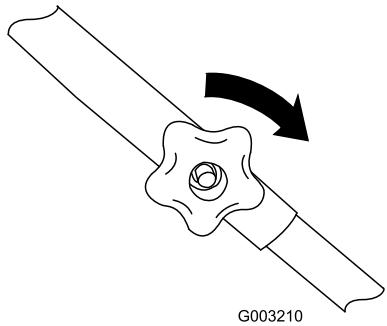

Figure 4
- Montez les boulons et les boutons de la partie supérieure du guidon, les boutons à l'extérieur, et serrez les boutons au maximum (Figure 4).